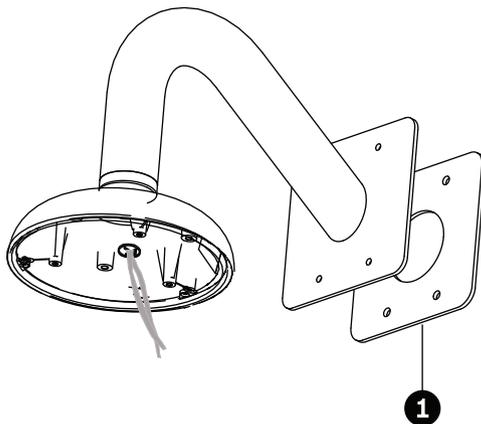

Figura 5.6 Fixe o braço à parede com a junta plana
- a. Enrosque a junta circular de 21,82 mm de Di por Ø3,00 mm (item 1, em baixo) nas roscas inferiores do braço.
- b. Fixe a junta do anel de retenção (item 2, em baixo) à tampa da dome com os três (3) parafusos de cabeça de embeber Phillips M3 – .5 x 6. Certifique-se de que o lado do anel de retenção com os orifícios dos parafusos de cabeça escareada está virado para si.
7. Introduza os condutores através do orifício na superfície, através da junta plana do suporte para montagem em parede (item 1, *Figura 5.6*) e depois através do braço.